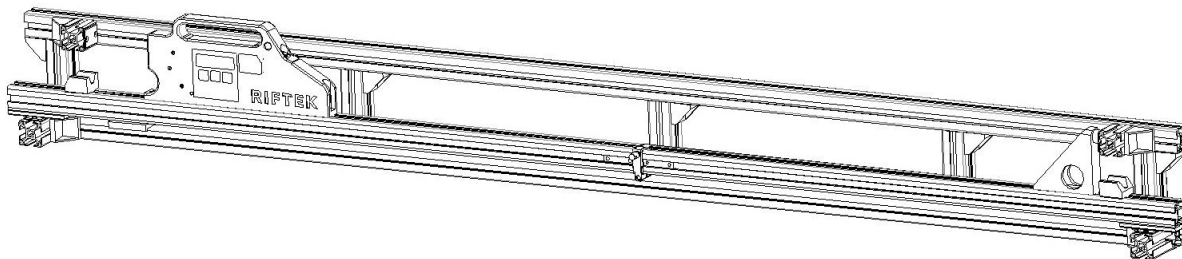

Рисунок 4
- Нажимаем **Зелёную** кнопку, значение калибра начнет мигать – это означает, что необходимо установить скобу на калибр. Измерительный наконечник и опорный шар скобы должны быть плотно прижаты к калибру (рис. 4).